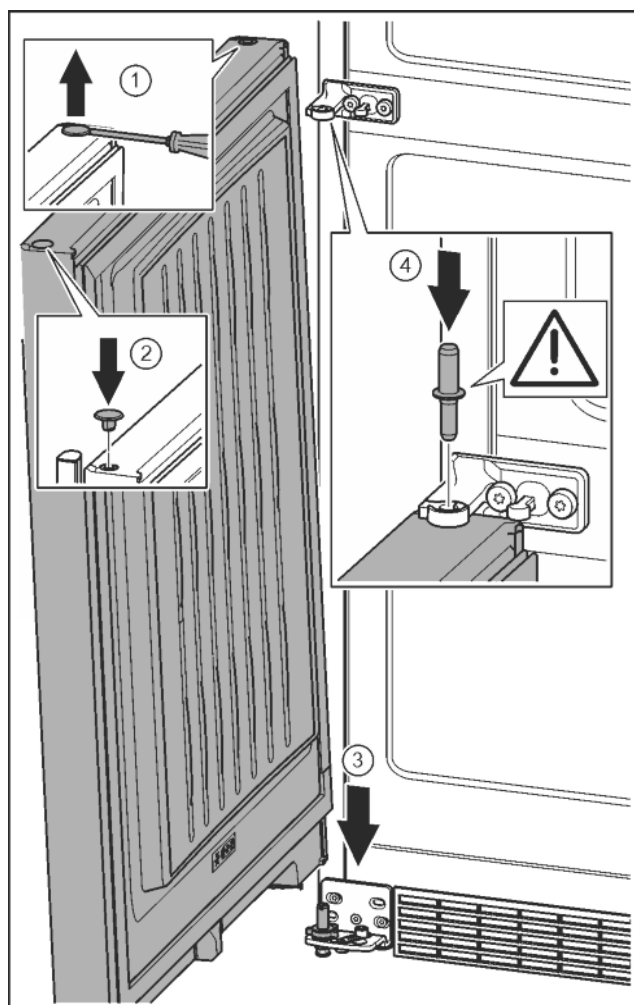

Fig. 23
- ▶ Zatyczkę ostrożnie podważyć przy pomocy śrubokręta i wyjąć. Fig. 23 (1)
- ▶ Zatyczkę założyć ponownie z drugiej strony drzwi. Fig. 23 (2)
- ▶ Założyć drzwi od góry na dolny sworzeń zawiasu. Fig. 23 (3)
- ▶ Przełożyć środkowy sworzeń zawiasu przez środkową płytkę zawiasu, wkładając go w dolne drzwi. Przy tym zwrócić uwagę, by krzywka zatraskowa wskazywała do tyłu. Fig. 23 (4)